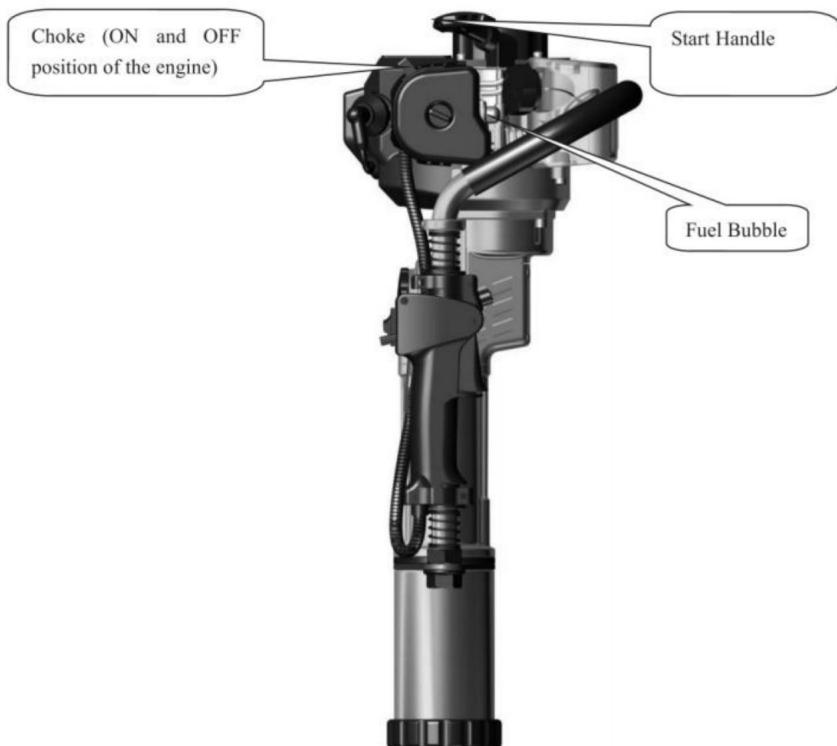

Fig 4
5.1 Avant de démarrer la nouvelle machine, appuyez à plusieurs reprises sur la bulle de carburant transparente et en demi-cercle (Fig. 4) jusqu'à ce que le carburateur soit rempli de carburant. (Si le moteur est froid, fermez la porte d'air. Ouvrez la porte d'air après le démarrage.)
5.2 Réglez la machine à la verticale selon la Fig.4. Tenez la partie supérieure de la poignée fermement d'une main tandis que l'autre tire la poignée de traction de démarreur sur plus de 50 cm rapidement. Ne laissez pas la poignée de traction revenir librement dans en tirant plusieurs fois, mais tenez-le fermement pour éviter les blessures résultant d'un mouvement rapide. résilience.